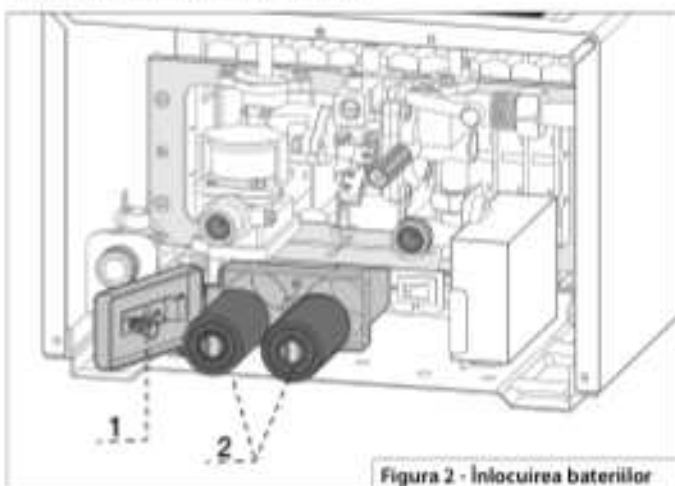

Figura 2 - Înlocuirea bateriilor
- Deschideți cutia bateriilor prin deschiderea capacului cutiei bateriilor (a se vedea figura 2 : Nr 1).
- Eliberați bateriile trăgând de ele (a se vedea figura 2 : Nr 2).
- Introduceți bateriile cu polarizarea corectă (consultați Figura 2 : Nr 2).
- Închideți capacul cutiei bateriei (a se vedea figura 2 : Nr 1).